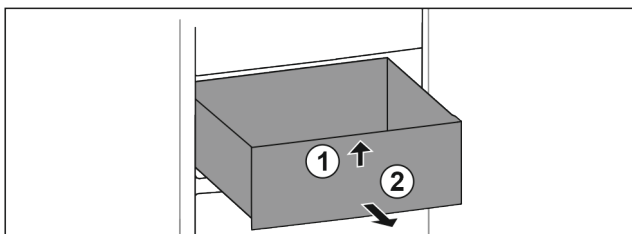

Fig. 69
- Lyft upp utdragslåda fram till. Fig. 69 (1)
- Ta ut utdragslåda genom att dra den framåt. Fig. 69 (2)